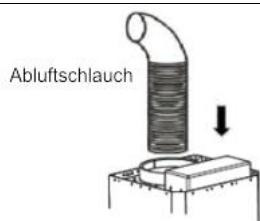

Fig. 3
6. Montare il tubo di scarico sul bocchettone di scarico (Fig. 3).